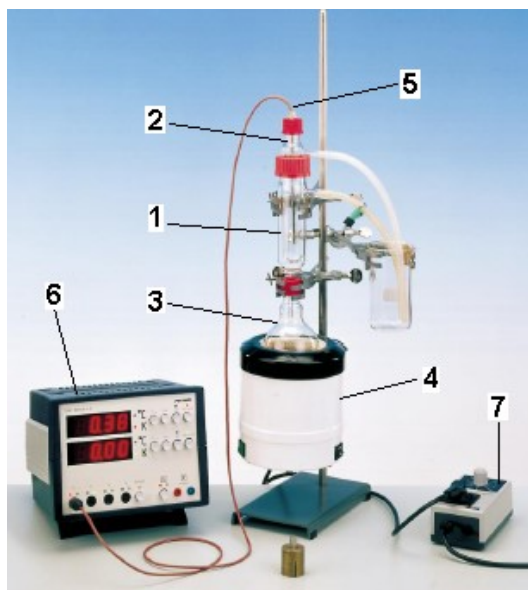
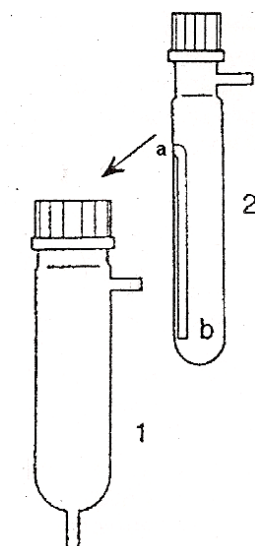

Fig. 1. Schema instalației experimentale
Fig. 2. Ansamblul de tuburi cilindrice din sticlă
Instalația experimentală pentru determinarea temperaturii de fierbere este prezentată în fig. 1. Partea principală a acesteia constă din două tuburi cilindrice din sticlă, notate 1 și 2, concentrice, fixate unul în celălalt prin intermediul unui ansamblu cu filet, ca în fig. 2. Tubul exterior 1 are rol de manta protectoare și are un gât filetat prevăzut cu dop și două tuburi, unul lateral și altul în partea inferioară. Tubul interior 2 are un gât filetat prevăzut cu dop, un tub lateral situat chiar sub gâtul filetat și o deschidere laterală (a) ce se continuă cu un tub îngust
- 4.3. Se compară valoarea lui  $\Delta T_{eb}$  obținut experimental cu valoarea calculată cu relația (2).
**Notă:** Se cunoaște masa tubului 2 gol (ca în fig. 2) = 76,271 g.